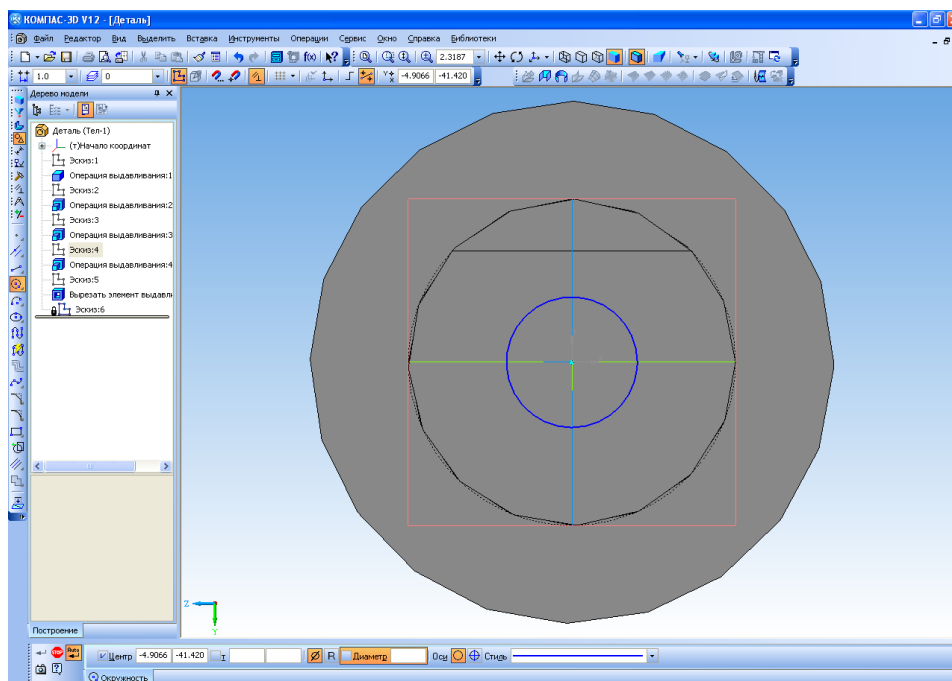

Рисунок 20
2. Создайте новый эскиз – окружность диаметром 20 мм с центром в начальной точке (рисунок 20).